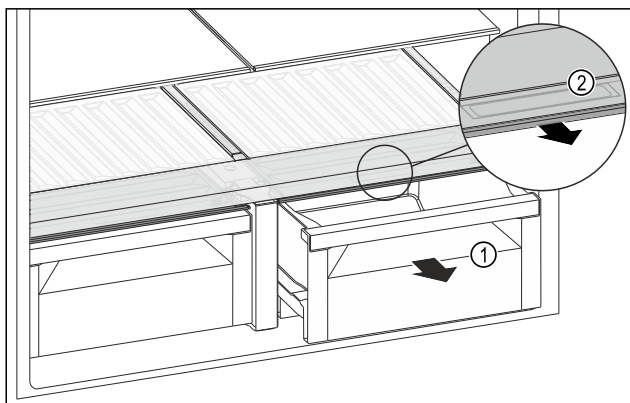

Fig. 131
- ▶ Витягніть висувний ящик Fig. 131 (1).
- ▶ Візьміться за потайну ручку Fig. 131 (2) на кришці відділення й одночасно потягніть кришку відділення вперед.